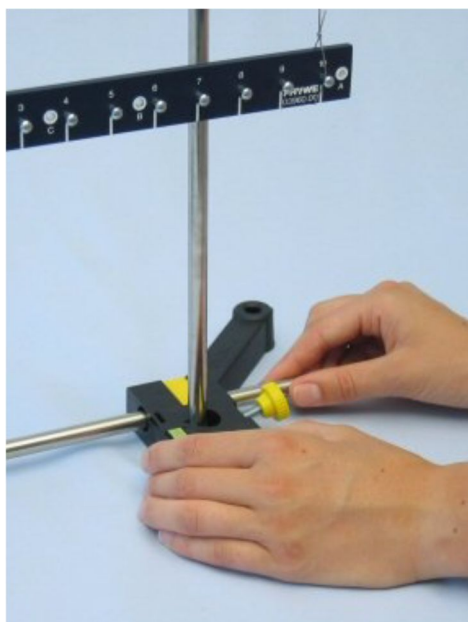

Fig. 9
- Sistema la base di sostegno in modo che dinamometri e capi siano perpendicolari (Fig. 9).